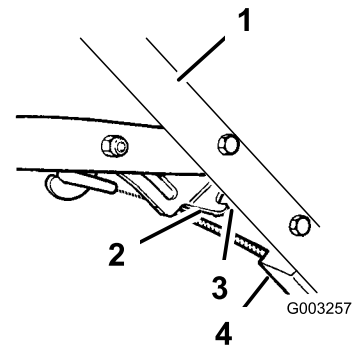

Figura 30
4. Afloje la tuerca del soporte del cable (Figura 30).